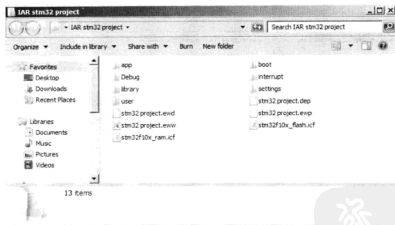

图 6.1.11 工程目录更新情况 2
e) 单击 OK, 完成整个 IAR EWARM 的软件设置, 此时单击 Save All 按钮, 弹出保存界面, 要求选择保存路径和工程名。选择保存路径为“IAR stm32 project”, 仍命名为 stm32 project, 并单击 OK 确认保存。此时 IAR stm32 project 内容更新如图 6.1.11 所示。
⑦ 在 main.c 文件中加入以下代码并保存: